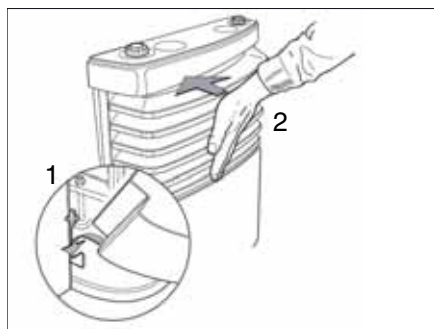

Fig. 108 Colocar el revestimiento de la calefacción
- Montar el revestimiento de la calefacción. Enganchar para esto el revestimiento en el soporte inferior (Fig. 108,1).
- Girar la tapa hacia dentro hasta oír que la palanca de bloqueo engatilla (Fig. 108,2).